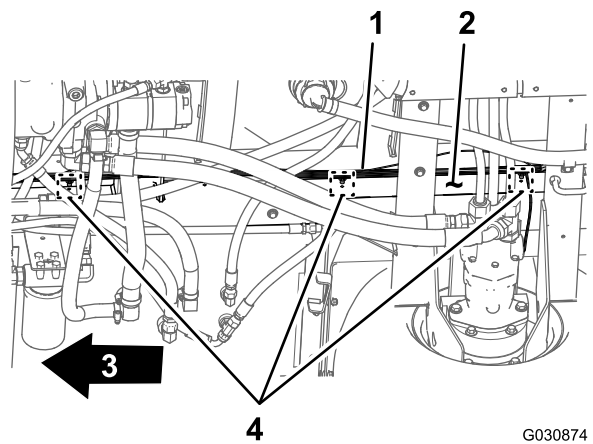

Figure 85
3. Acheminez la branche de 165 cm et la branche de 203 cm du faisceau vers l'avant, le long du tube de cadre droit (Figure 85).
4. Insérez les fixations à pression de la branche de 203 cm du faisceau de câblage arrière dans les trous du tube de cadre droit (Figure 85) à la place des fixations à pression de l'ancien faisceau ; voir l'opération 3 de Débranchement des faisceaux de câblage avant et arrière (page 14).